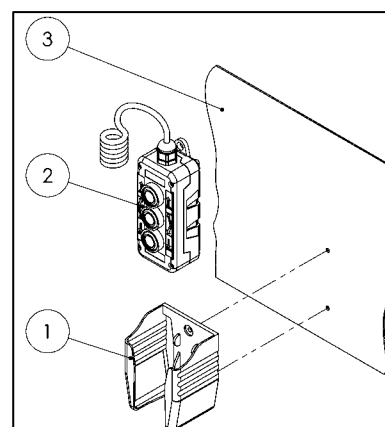

Abbildung 56
- Den Halter (Pos. 1) für die Handsteuerbirne (Pos. 2) an der Fahrzeugwand (Pos. 3) anbringen, mittels z. B. 2 x Schrauben oder durch Kleben (siehe Abbildung 56).